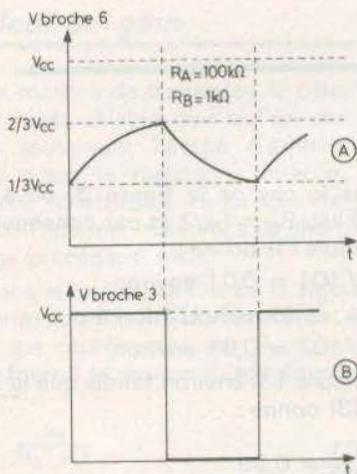

Fig. 3
Dans le cas de la **figure 3**, on a $R_A = 100 \text{ k}\Omega$, $R_B = 1 \text{ k}\Omega$ et par conséquent, la formule (1) donne :